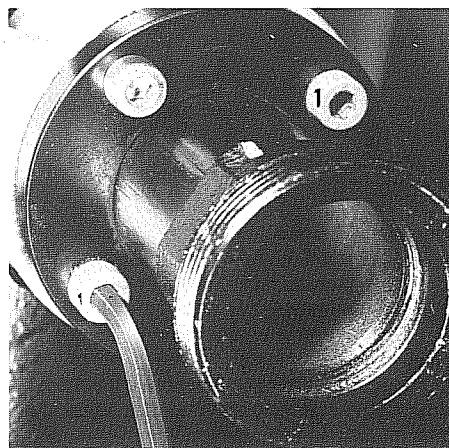

Abb. 63
- Gelb gekennzeichnete Schrauben lösen (Abb. 63)